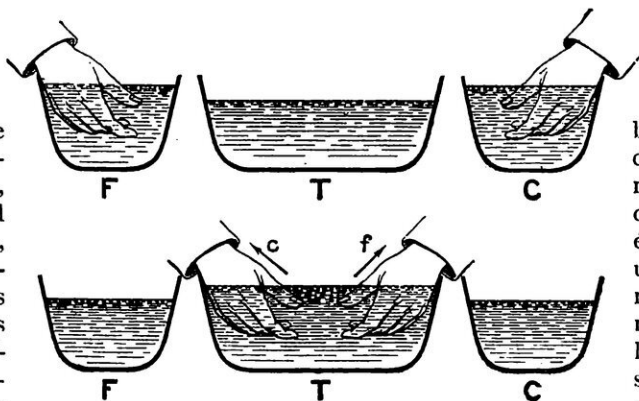

FIG. 1 ET 2. — RELATIVITÉ DES SENSATIONS THERMIQUES
Les figures 1 et 2 donnent une idée des diagrammes obtenus pendant des journées où
FIG. 1. — DANS SES FRÉMISSEMENTS, LE SOL A DES MOUVEMENTS VERTICAUX DONT LES OSCILLATIONS DURENT ENVIRON SEPT SECONDES ET DONT L'AMPLITUDE NE DÉPASSE PAS QUELQUES MILLIÈMES DE MILLIMÈTRE
FIG. 2. — COURBES REPRÉSENTANT LES MOUVEMENTS HORIZONTAUX DU SOL (DEUX COMPOSANTES NORD-SUD ET EST-OUEST) DONT LES PÉRIODES ET LES AMPLITUDES SONT A PEU PRÈS LES MÊMES QUE CELLES DES MOUVEMENTS VERTICAUX (FIG. 1)
1° La succession des saisons n'a guère d'influence sur l'état thermique des sous-terrains, et, cependant, si nous descendons dans le métro, en hiver, il nous paraît chaud, et, en été, il nous semble frais. Voici, d'ailleurs, une expérience plus précise : versons, dans trois cuvettes *F T C* (fig. 1), de l'eau froide, de l'eau tiède et de l'eau chaude (1) ; laissons séjourner, pendant une minute, une de nos mains en *F*, en même temps que l'autre main est plongée en *C* ; sortons nos deux mains ensemble et plaçons-les immédiatement dans l'eau tiède *T* (fig. 2) : cette même eau paraîtra chaude (*c*) à la main qui était dans l'eau froide *F* et froide (*f*) à la main qui était dans l'eau chaude *C*. Nous voyons donc que nos sensations thermiques actuelles sont fortement modifiées par nos sensations thermiques antérieures ; ce que nous percevons, ce sont moins les états thermiques des objets que les changements de notre propre épiderme.
(1) Par exemple à 15°, 30° et 45°.